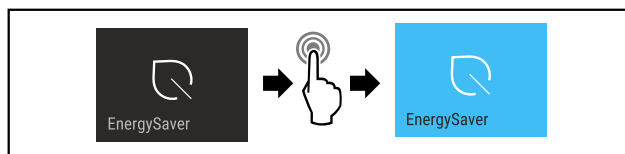

Fig. 17
- ▶ Stappen (zie Fig. 17) uitvoeren.